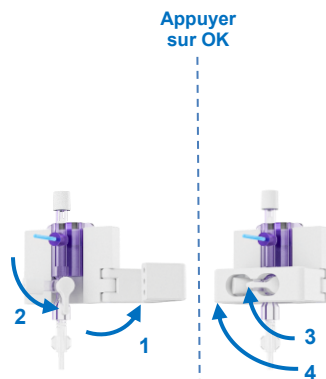

Figure 23 Mise à zéro du capteur de pression
- Ouvrez l'étrier du support du capteur de pression pour accéder à la vanne du capteur de pression (Figure 23 ; étape 1). Comme indiqué sur l'écran, tournez la vanne du capteur de pression vers le bas pour ouvrir le capteur afin de mesurer la pression atmosphérique (étape 2).
- Remettez la vanne du capteur de pression en position horizontale (voir Figure 23 ; étape 3) et fermez l'étrier du support du capteur de pression pour éviter toute ouverture involontaire de la vanne (étape 4). Appuyez sur OK sur l'unité de pompe pour continuer.
- Si le Kidney Assist ne peut pas déterminer si le capteur de pression est correctement connecté au circuit de perfusion, vérifiez si la vanne du capteur de pression est bien en position horizontale (Figure 23, étape 3). Appuyez sur OK si la vanne du capteur de pression est en position horizontale.